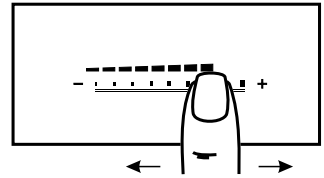

Рис. 14
1. Работавшую конфорку касанием зоны ② перевести в режим управления.
2. Перемещая палец по слайдеру ④, изменить режим нагрева конфорки (рис. 14).